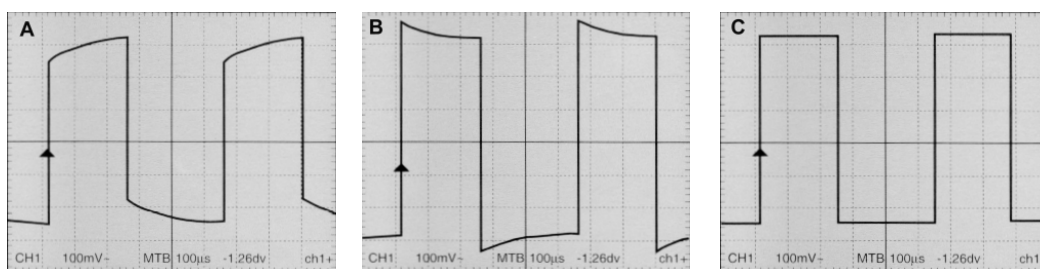

Figura 18
La figura 18 mostra gli effetti di *sottocompensazione* (A), di *sovracompensazione* (B) e di *compensazione corretta* (C) nel caso di onda quadra.